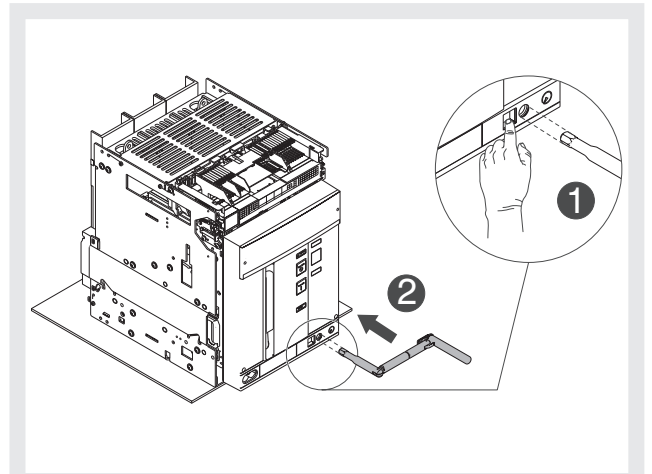

Figure 44
9. Appuyer sur le bouton de blocage et introduire la manivelle dans la partie mobile. Dans cette phase la partie mobile est encore en position **DISCONNECT**. Voir Figure 44.